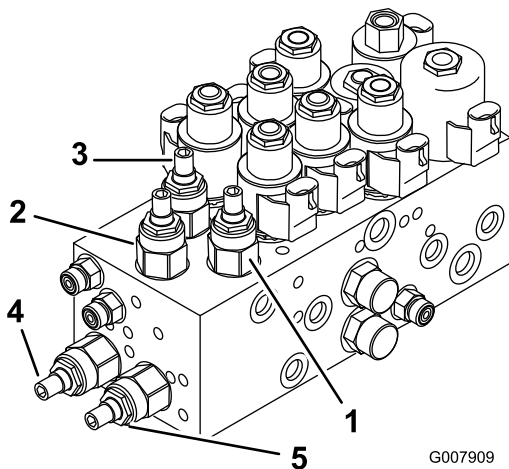
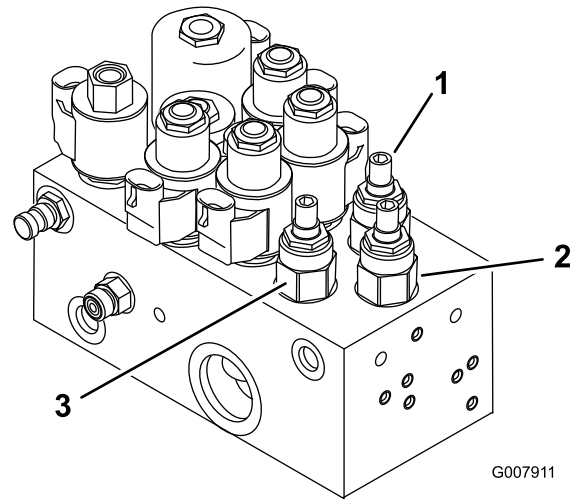

図 82
図 83
1. 昇降マニホールドについているバルブの中から、調整を行いたいカッティングユニットのバルブを探し出す（表 図 82 と 図 83 を参照）。